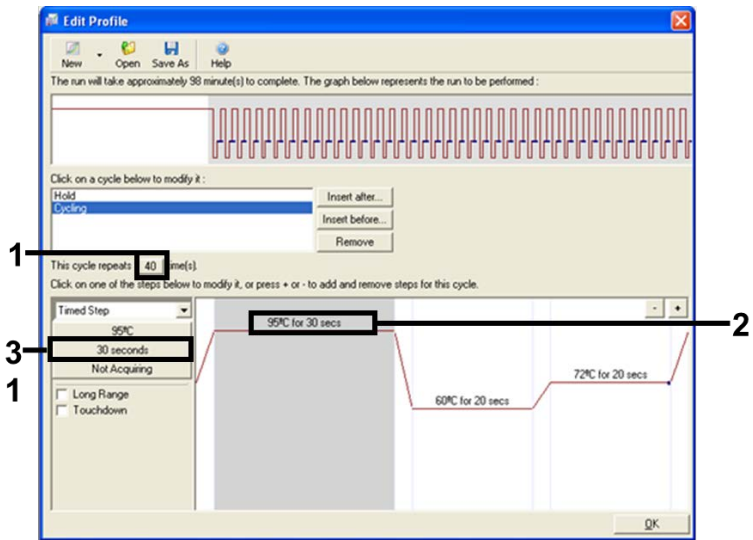

Figura 6. Etapa de ciclagem a 95 °C.
8. Defina o número de repetições de ciclo como 40. Selecione a primeira etapa e defina como 95 °C por 30 segundos (Figura 6).